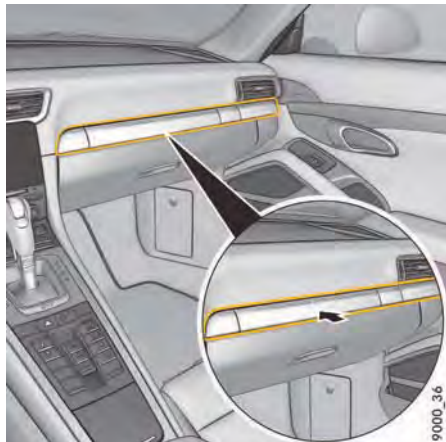

図37: カップ・ホルダー
1. カップ・ホルダー・パネルを押してください(図37)。パネルが開きます。